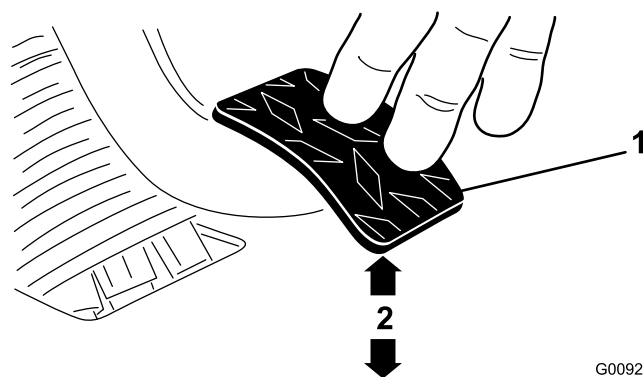

Figure 70
3. Ajustez les écrous de blocage ou la rotule jusqu'à ce que le bord inférieur arrière de la pédale d'embrayage soit à une distance de 9,2 à 9,8 cm du haut du plancher quadrillé quand une force de 1,8 kg est appliquée sur la pédale (Figure 70).